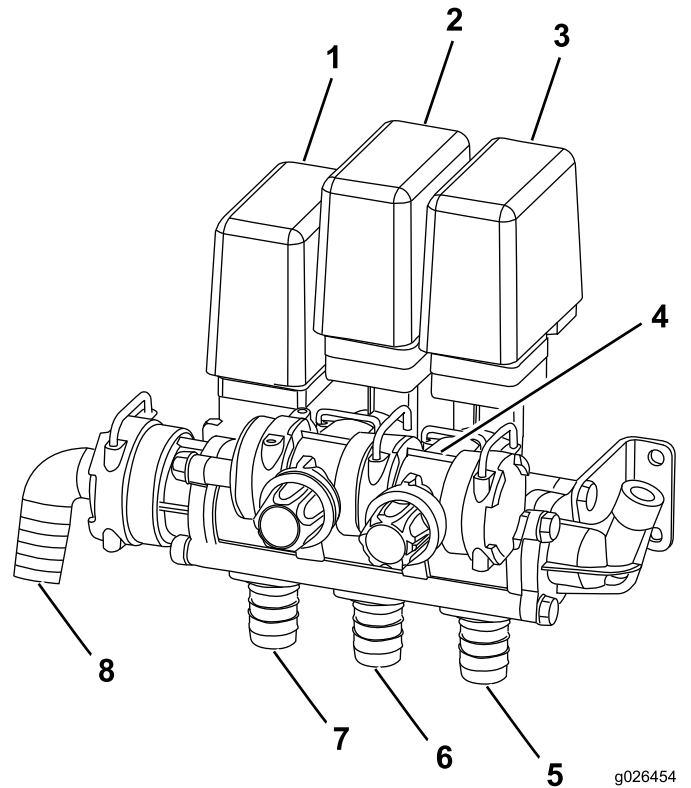

Bild 6
9. Montieren Sie den Originalbypass und den neuen, der dem Kit beiliegt (Bild 6).
11. Befestigen Sie die Schläuche wieder an den Ventilen (Bild 6).